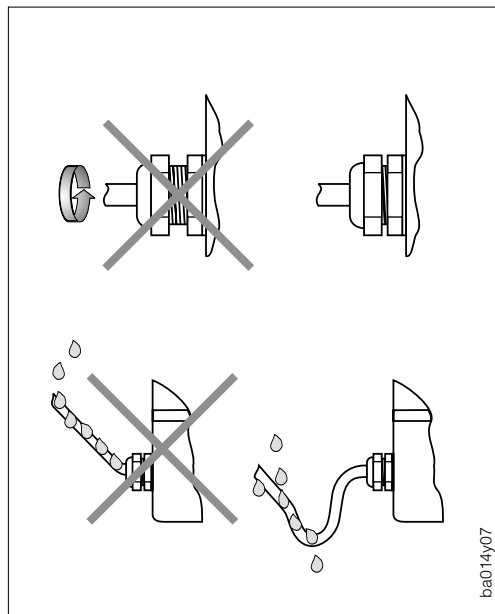

Abb. 4
- Kabeleinführung fest anziehen (s. Abb. 4).
- Kabel vor der Kabeleinführung in einer Schlaufe verlegen. Auftretende Feuchtigkeit kann so nicht bis zur Einführung gelangen (s. Abb. 4).